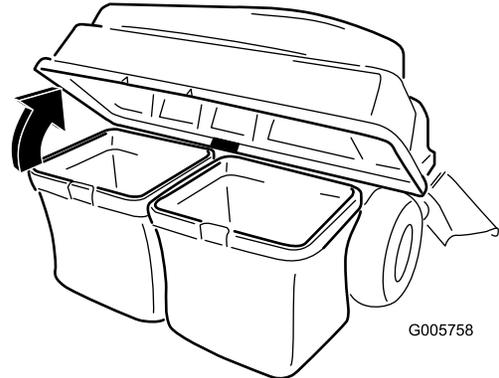

Bild 32
3. Heben Sie die Abdeckung des Heckfangsystems an (Bild 32).